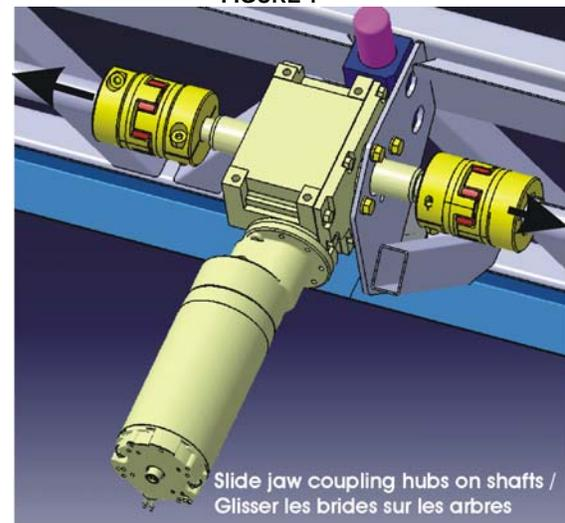

FIGURE 2
- b. Séparer les brides d'accouplement et les éloigner du réducteur en les glissant sur les arbres (figure 2).